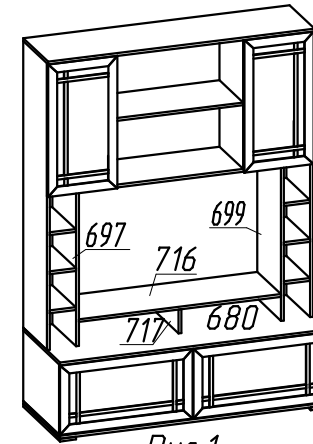
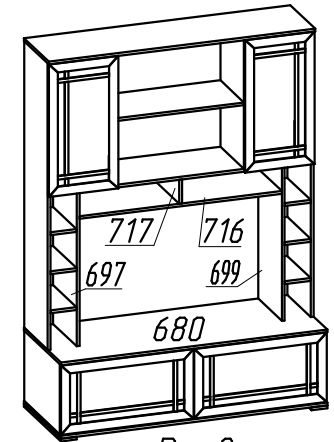

Рис.1
Рис.2
1. Шкаф МЦН можно собрать в 2-х исполнениях(рис.1,рис.2)